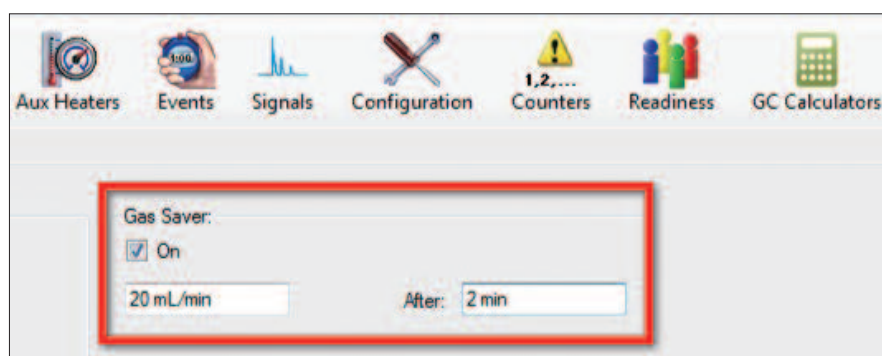

図 7. ガスセーバー設定画面
- ・ セーバー時間を GC 注入口設定で指定する必要があります (図 7)。